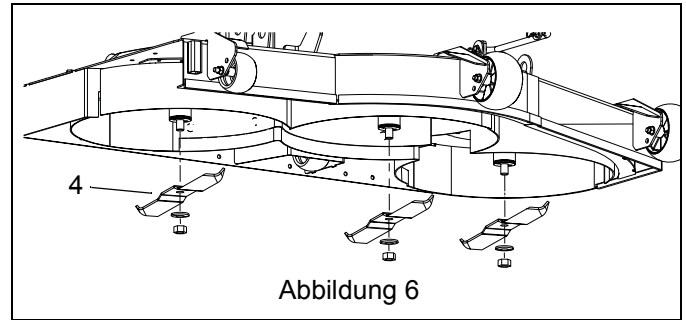

Abbildung 6
8. Die Mulchmesser (Pos. 4) mit den vorher entfernten Unterlegscheiben und Sechskantmuttern anbringen. Die Muttern an den Messern auf ein Drehmoment von 136 N•m – 163 N•m (100 lb-ft – 120 lb-ft) anziehen. Siehe Abbildung 6.